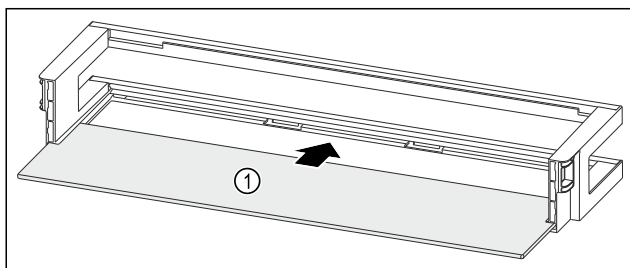

Fig. 95 Vratna polica z odlagalno polico
- ▶ Odlagalno polico Fig. 95 (1) vstavite v stranske utore.